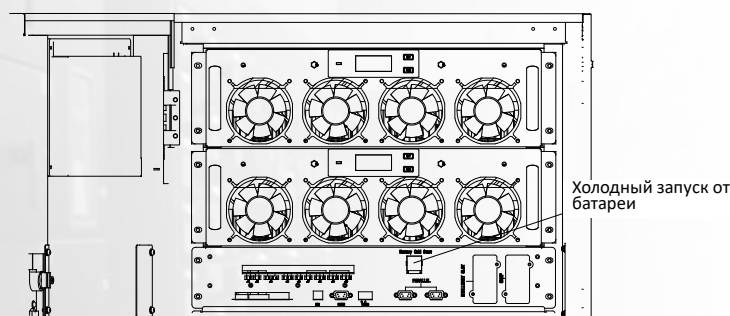

Рис. 4-1 Расположение кнопки холодного запуска от батареи
- 2) Нажмите и удерживайте красную кнопку холодного запуска от батареи, пока индикатор “BAT” не начнет мигать зеленым, что указывает на питание системы от батарей. Расположение кнопки холодного запуска от батареи для ИБП в 6-полочном шкафу показано на рис. 4-1.